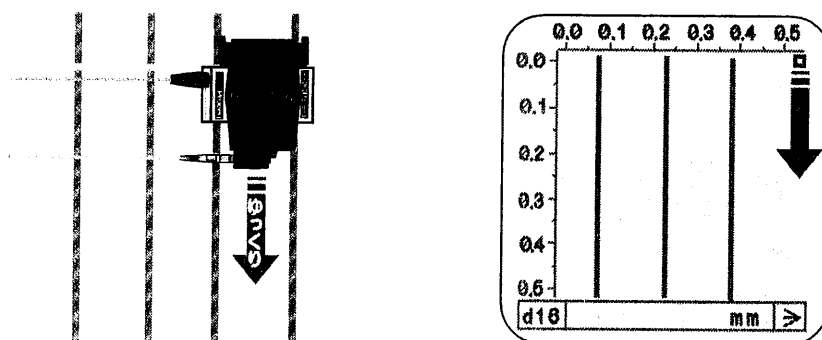

図45
- RESETを押し、今度はプローブを上から下へゆっくり移動させてください。(図45参照)